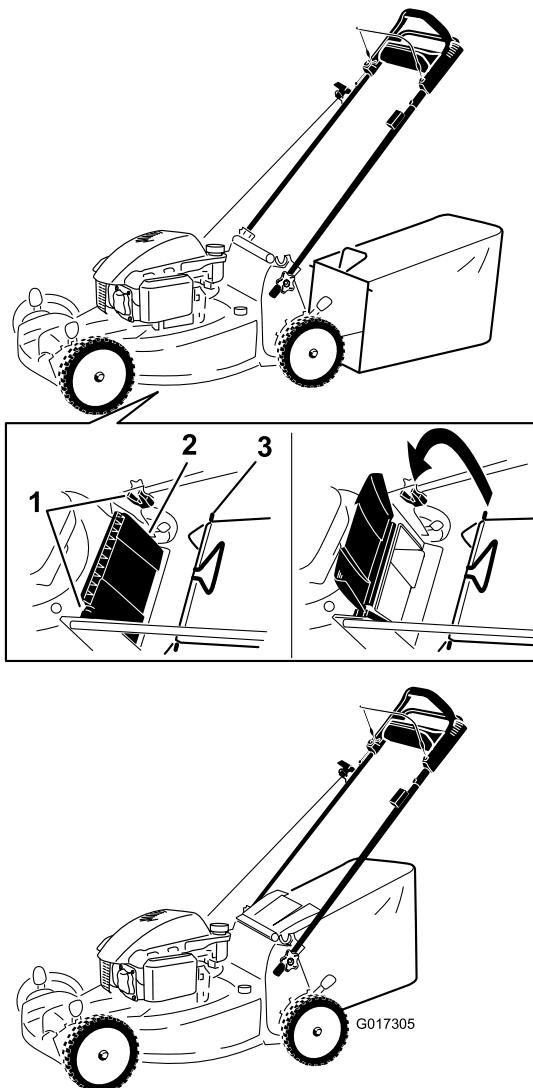

Figura 15
- Levante y sujeté el deflector trasero (Figura 15).
- Pasador de la bolsa de recogida (2)
- Instale la bolsa de recogida, asegurándose de que los pasadores de la bolsa descansan en las muescas del manillar (Figura 15).